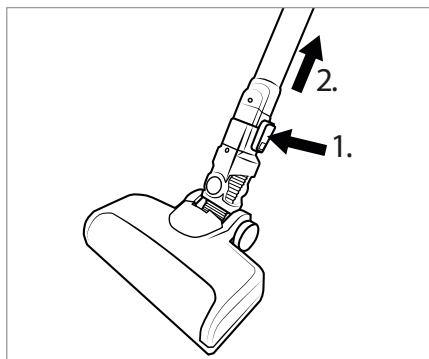

Fig. 12
- ♦ Pour retirer la brosse de sol **21** du tube d'aspiration **23**, maintenez la touche de déverrouillage de la brosse de sol **22** enfoncée et retirez le tube d'aspiration **23** de la brosse de sol **21** (voir fig. 12).